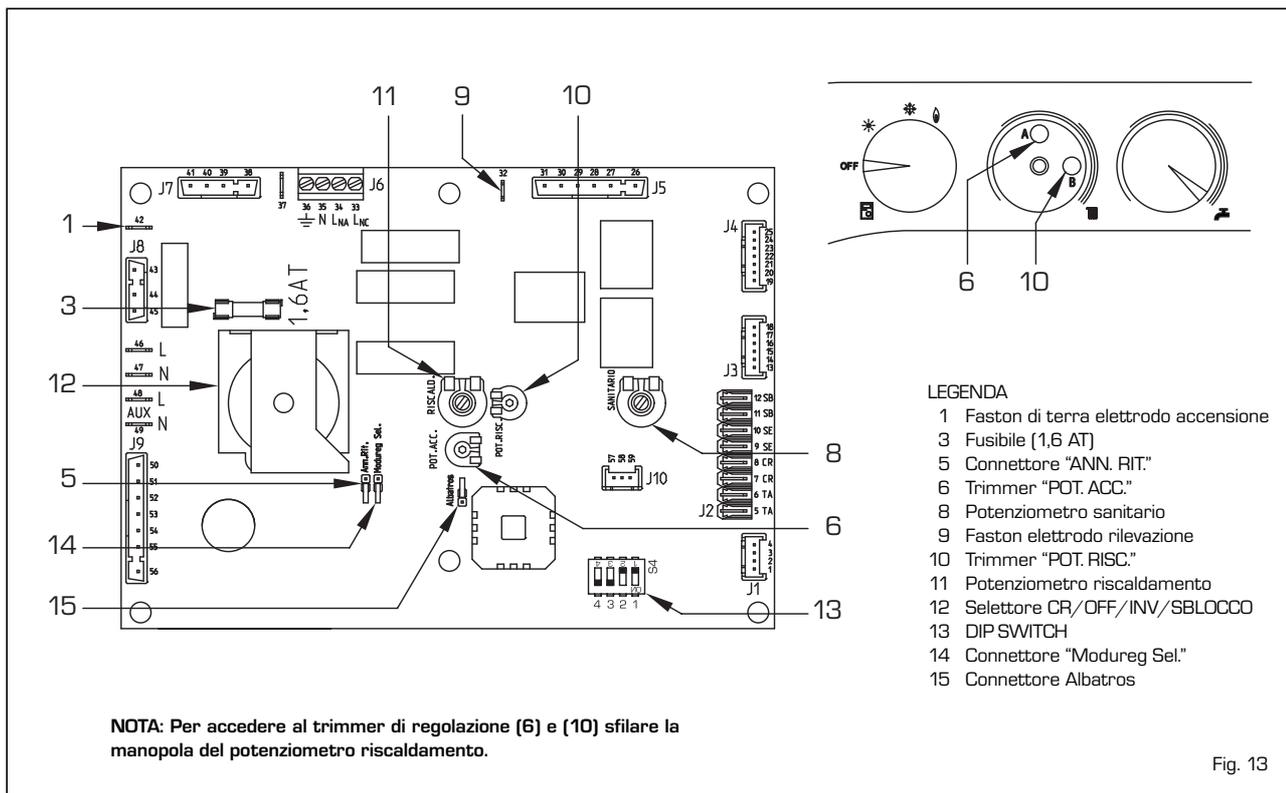

Fig. 13
- **Trimmer "POT. RISC."** (10 fig. 13)
- **Trimmer "POT. ACC."** (6 fig. 13)
- **Connettore "ANN. RIT."** (5 fig. 13)
- **DIP SWITCH** (13 fig. 13)
- **Connettore "Modureg Sel."** (14 fig. 13)
- **Connettore "Albatros"** [15 fig. 13]
tenza è di 58 kW, occorre operare con un cacciavite sul trimmer potenza riscaldamento (10 fig. 13).